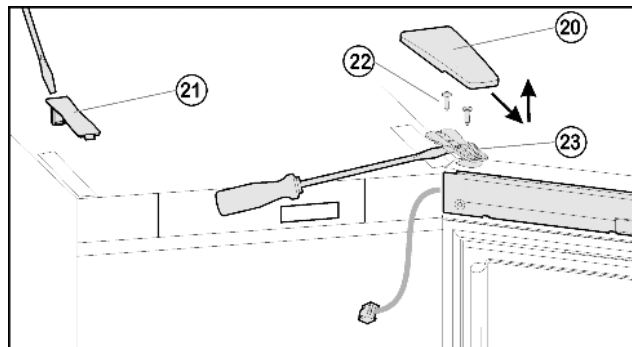
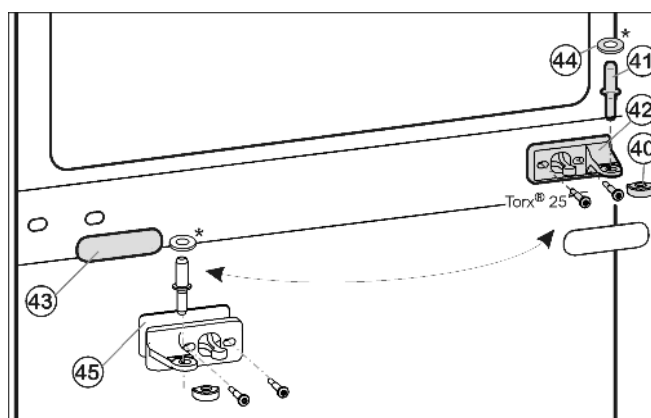
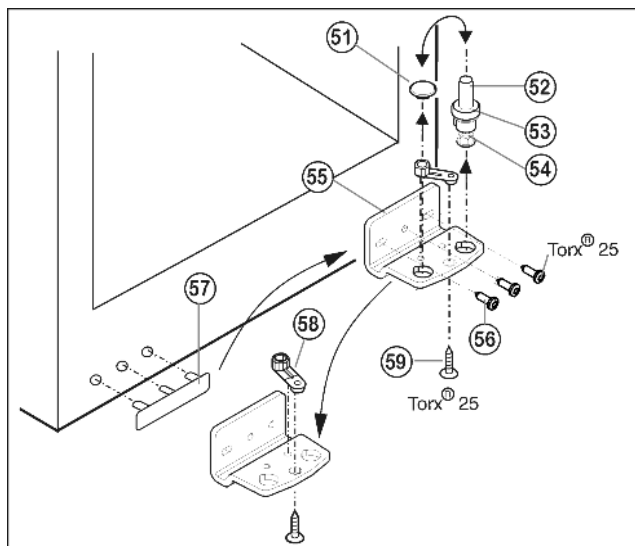

Fig. 6
Fig. 7
Fig. 8
- ▶ Крышку Fig. 6 (20) снимите движением вперед и вверх
- ▶ Снимите крышку Fig. 6 (21).
- ▶ Полностью выверните винты Fig. 6 (22).
- ▶ Снимите дверцу вместе с опорным кронштейном Fig. 6 (23) и кабелем вверх. Для снятия, возможно, понадобится осторожно подцепить опорный кронштейн снизу шлицевой отвёрткой.
- ▶ Вытащите из опорного кронштейна и нижней дверцы средний опорный палец Fig. 7 (41).
- ▶ Снимите пластмассовый колпачок Fig. 7 (40).
- ▶ Открутите средний опорный кронштейн Fig. 7 (42) (2 шт. Torx® 25).
- ▶ Осторожно снимите накладку Fig. 7 (43).
- ▶ Прикрутите средний опорный кронштейн Fig. 7 (42) с подкладкой Fig. 7 (45) с поворотом на 180° на новую сторону шарнира (с моментом 4 Нм).
- ▶ Защелкните накладку Fig. 7 (43), повернув на 180°, на стороне, где теперь будет ручка.
- ▶ Извлеките опорный винт Fig. 8 (52) в комплекте с шайбой Fig. 8 (53) и регулируемой опорой Fig. 8 (54), вытягивая его вверх.
- ▶ Снимите пробку Fig. 8 (51).
- ▶ Открутите Fig. 8 (56) опорный кронштейн Fig. 8 (55).
- ▶ Открутите Fig. 8 (59) опорную деталь Fig. 8 (58) и, переставив в отверстие на противоположной стороне опорного кронштейна, снова прикрутите.
- ▶ Осторожно снимите и переставьте на противоположную сторону крышку со стороны ручки Fig. 8 (57).
- ▶ Снова прикрутите опорный кронштейн Fig. 8 (55) на новой стороне шарнира (с моментом 4 Нм). При необходимости используйте аккумуляторный шуруповерт.
- ▶ Переставьте пробку Fig. 8 (51) в свободное отверстие.
- ▶ Вновь установите опорный винт Fig. 8 (52) в комплекте с шайбой и регулируемой опорой. При этом фиксатор должен быть направлен назад.
- ▶ Установите дверь сверху на опорный палец Fig. 8 (52).
- ▶ Снова наденьте пластмассовый колпачок Fig. 7 (40) на средний опорный кронштейн Fig. 7 (42).
- ▶ Вставьте средний опорный палец Fig. 7 (41) через средний опорный кронштейн Fig. 7 (42) в нижнюю дверцу.
► Установите верхнюю дверцу на средний опорный палец Fig. 7 (41), закройте дверцу и установите верхний опорный кронштейн Fig. 6 (23) так, чтобы он защелкнулся в верхней стороне устройства.
► Закрутите опорный кронштейн Fig. 6 (23) (с усилием 4 Нм). При необходимости просверлите отверстия или используйте аккумуляторную отвертку.
► Защёлкните крышку Fig. 6 (20) и крышку Fig. 6 (21).
► При необходимости выровняйте дверцы через два продольных паза в нижнем опорном кронштейне Fig. 8 (55) и среднем опорном кронштейне Fig. 7 (42) параллельно корпусу устройства. Для этого выкрутите средний винт на нижнем опорном кронштейне Fig. 8 (55).